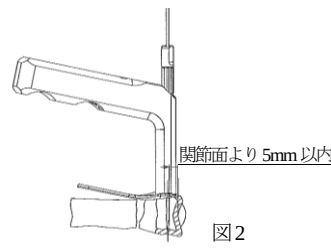

図2
- 2) イメージ下でプレートの遠位縁が橈骨遠位掌側隆起部 (Watershed line) に一致するよう、プレートを正面像で尺側傾斜に合わせて設置し、遠位部ピンガイド尺側から1.3ガイドピンを側面像で関節面に平行になるよう背側皮質を突き抜けないよう刺入します。(図2)